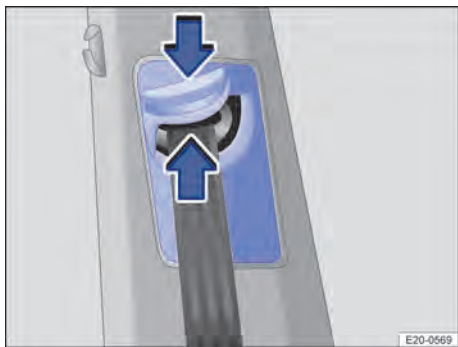

Fig. 21 Ao lado dos bancos dianteiros: regulagem de altura do cinto de segurança.
1. Empurrar o dispositivo regulador no sentido da seta e segurar → Fig. 21.